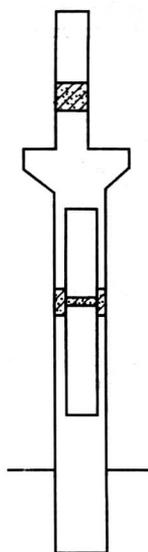

图 1-18 重合断面图
(2) 重合断面图 把剖切得到的断面图画在剖切线下并与投影图重合即得到重合断面图，如图 1-18 所示。